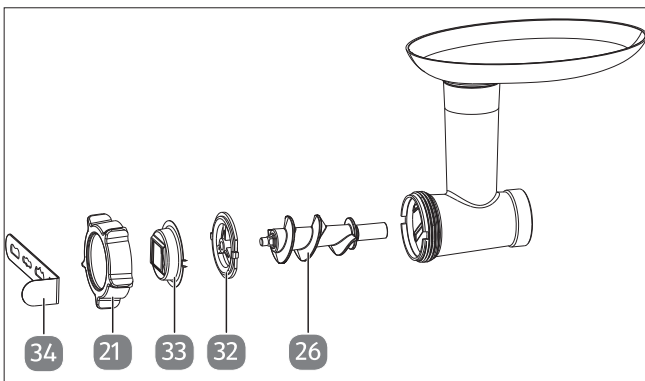

Abb. 16 – Zubehörteile für Spritzgebäck
- Für das Herstellen von Spritzgebäck aus Plätzchenteig montieren Sie den Halter und die Spritzgebäckschablone sowie die Schneckenführung in der Reihenfolge wie dargestellt (siehe Abb. 16).